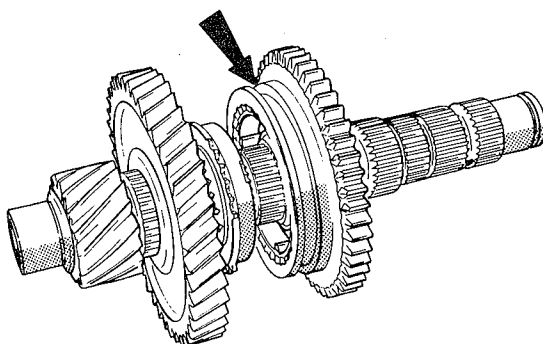

fig. 80
- a) Nas caixas de mudanças de 4 marchas, o sulco do garfo seletor, na luva do sincronizador, deve ficar voltado para o lado da engrenagem da 1a. marcha (fig. 80)